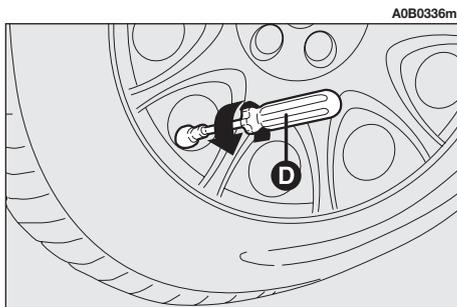

Abb. 15
**3)** Die Ventilkappe abschrauben und mit dem Werkzeug (**D, Abb. 15**) den Ventileinsatz herausziehen. Den Einsatz nicht in den Sand oder Schmutz legen.